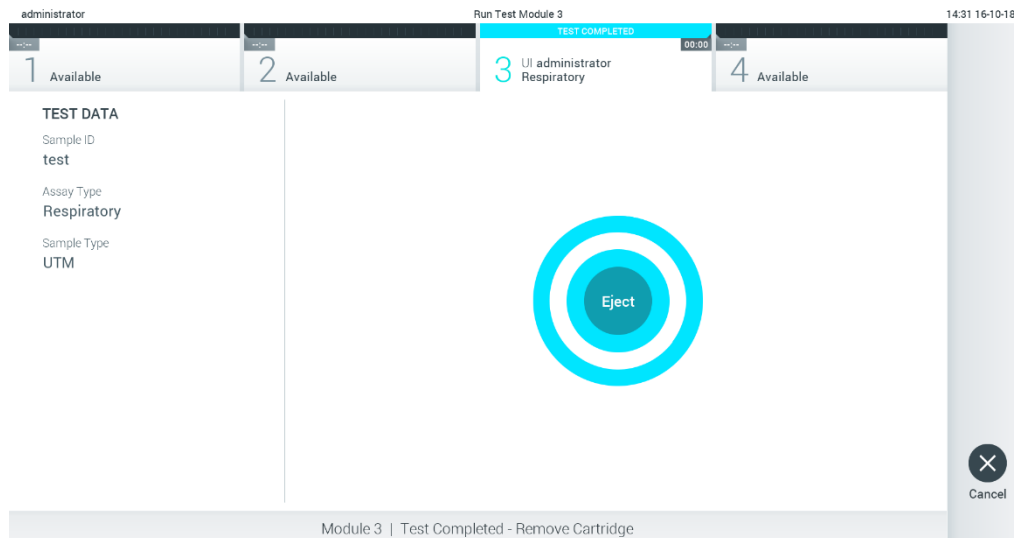

Figura 29. Afișarea ecranului Eject (Scoatere).
10. După ce testarea este finalizată, va apărea ecranul **Eject** (Scoatere) (Figura 29). Apăsăți **Eject** (Scoatere) pe ecranul tactil pentru a scoate cartușul de test QIAstat-Dx și eliminați-l ca biodeșeu periculos, în conformitate cu toate regulamentele și legile naționale, regionale și locale privind sănătatea și securitatea în muncă.